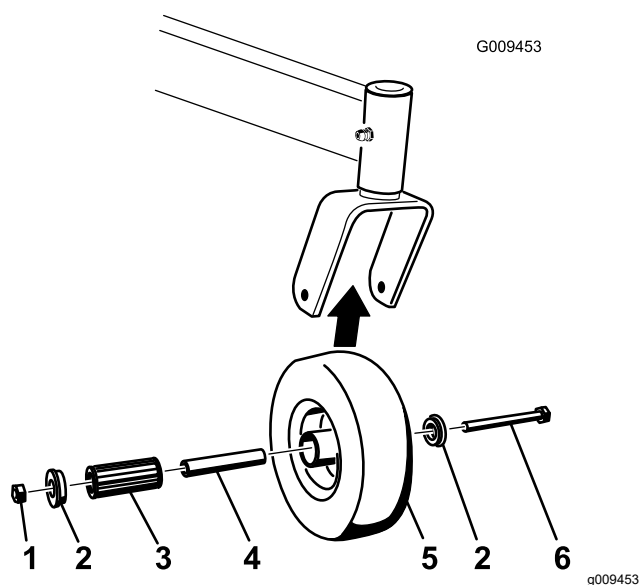

Figure 48
1. Enlevez le contre-écrou et le boulon de fixation de la roue pivotante à la fourche (Figure 48).
2. Enlevez une bague, puis sortez la douille pour clé et le roulement à rouleaux du moyeu de roue (Figure 48).
3. Enlevez l'autre bague du moyeu, puis nettoyez la graisse et les saletés éventuellement présentes dans le moyeu (Figure 48).
Remarque: Remplacez les pièces endommagées ou usées (Figure 48).
5. Insérez une bague dans le moyeu (Figure 48).
6. Graissez le roulement à rouleaux et la douille pour clé, et insérez-les dans le moyeu (Figure 48).
7. Mettez la deuxième bague dans le moyeu (Figure 48).
8. Montez la roue pivotante dans la fourche à l'aide du boulon et du contre-écrou (Figure 48).
9. Serrez le contre-écrou jusqu'à ce que la base de la douille pour clé soit en appui contre l'intérieur de la fourche (Figure 48).